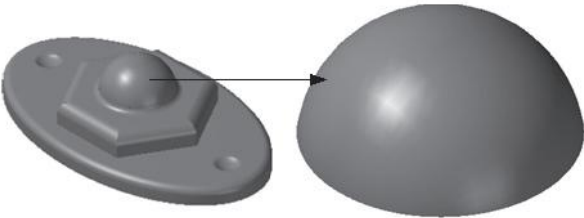

图 8-68 选择加工面
1) 在【刀路】管理器中单击右键，在弹出的快捷菜单中选择【铣床刀路】/【曲面精修】/【投影】命令，选择凸半球曲面部分，如图 8-68 所示，单击【结束选择】按钮。在系统弹出【刀路曲面选择】对话框单击【确定】按钮。